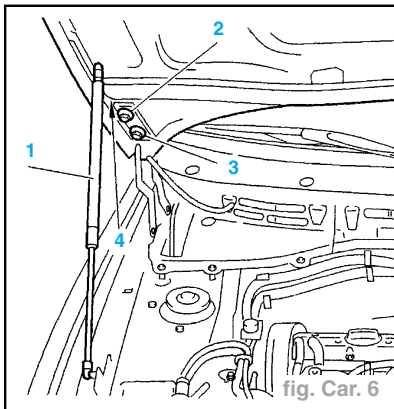

fig. Car. 6
- Débrancher le tuyau de lave-glace (4) (fig. Car. 6).
- déclipper le stabilisateur (1),
- desserrer les vis (2),
- déposer la vis (3),